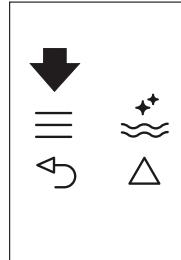
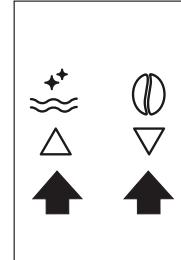

Fig. 22
Fig. 9
- ▶ Appuyez sur l'icône (B2) pour entrer dans le menu (Fig. 22) ou appuyez sur les icônes (B7) et (B8) (Fig. 9) jusqu'à ce que le message « PROGRAM HOT WATER » (PROGRAMMER EAU CHAUDE) s'affiche.